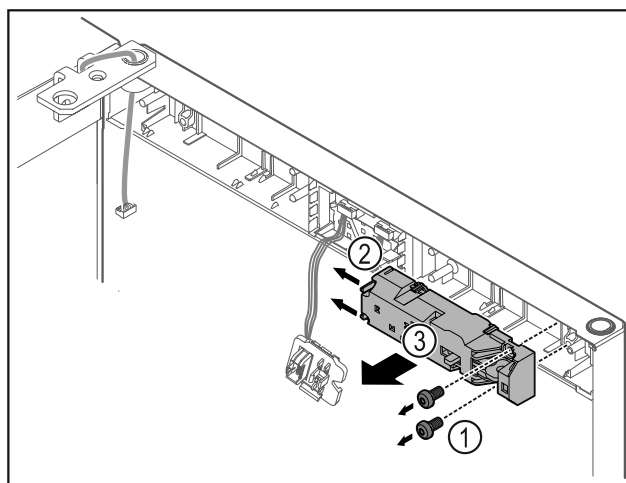

Fig. 20
- ▶ Odvrnite vijke Fig. 20 (1).
- ▶ Pritisnite jezičke Fig. 20 (2) na stranu i skinite daljinsku bravu Fig. 20 (3).